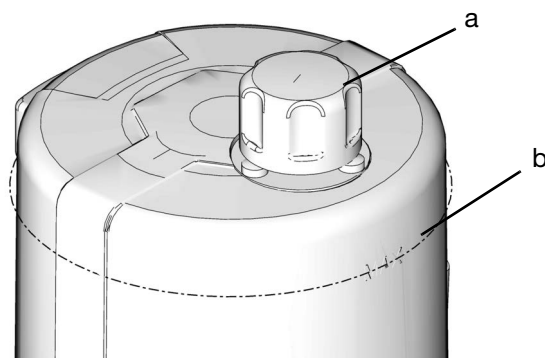

FIG. 21
- Non riempire eccessivamente (FIG. 21).